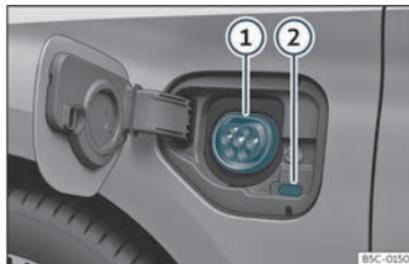

Fig. 189 Derrière le cache de chargement de la batterie sur la partie avant gauche : Prise de charge
» **fig. 189**
- Avec le véhicule déverrouillé, appuyez sur le cache de charge de la batterie et celui-ci s'ouvrira»» **fig. 189**.